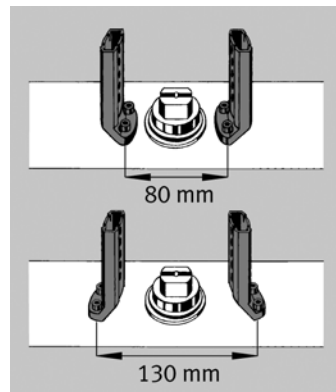

图 4
2. 确定在摆动驱动器的限位开关附件上合适的支脚安装位置（➔ 图 4）。